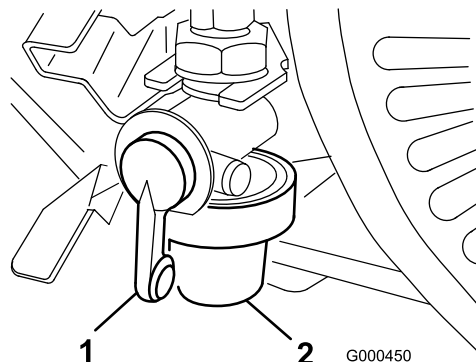

Figura 27
1. Chiudete la valvola d'intercettazione del carburante e svitate il pozzetto dal corpo del filtro (Figura 27).